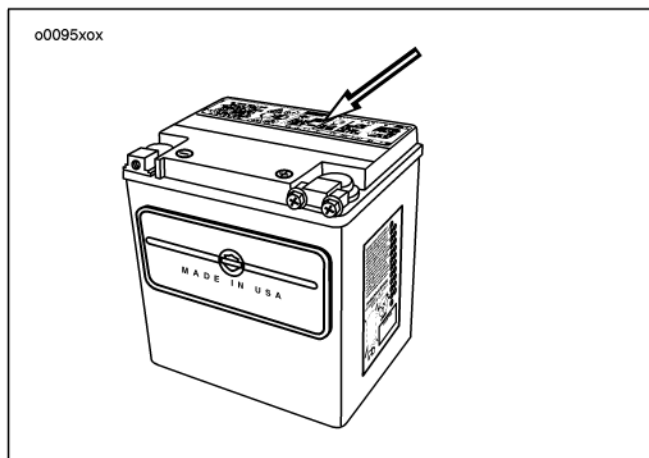

Figura 63. Etichetta di avviso della batteria
Vedere la Figura 63. Tutte le batterie Harley-Davidson sono sigillate in modo permanente, non richiedono manutenzione e contengono piombo/calcio ed acido solforico. Le batterie vengono fornite già caricate e pronte per essere utilizzate. **NON tentare mai di aprire le batterie, per nessuna ragione.**
- Vedere la Figura 63. La batteria reca, sul lato superiore, un'etichetta di avviso. Non rimuovere mai l'etichetta di avviso dalla batteria.